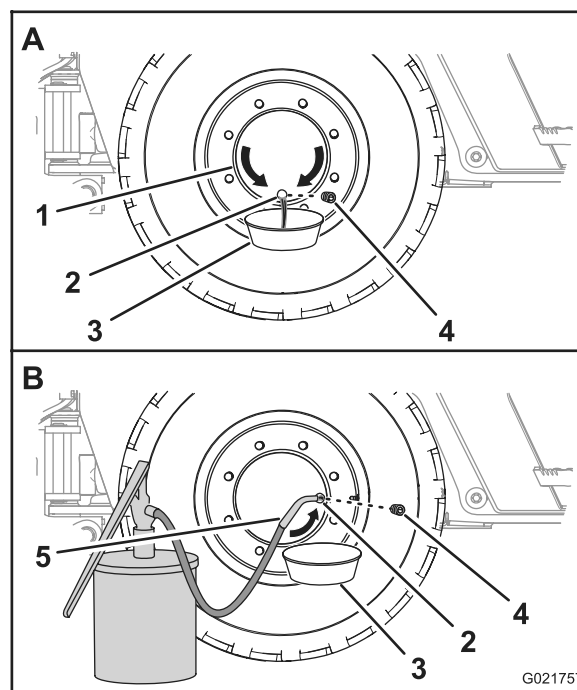

Figura 85
1. Mova a máquina para frente ou para trás até que o bujão do cubo esteja na posição de 6 hs (Figura 85).
2. Posicione uma bandeja de drenagem sob o orifício de drenagem do cubo (Figura 85).
3. Retire o bujão e drene o óleo do planetário (Figura 85).
5. Mova a máquina para frente ou para trás até que o bujão do cubo esteja na posição de 3 hs ou 9 hs (Figura 85).